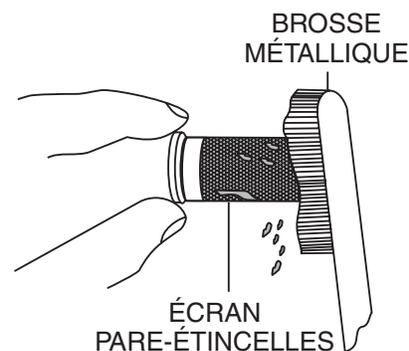

Figure 29. Nettoyage du pare-étincelles
4. Enlever soigneusement les dépôts de carbone à partir de l'écran pare-étincelles (Figure 29) à l'aide d'une brosse métallique.